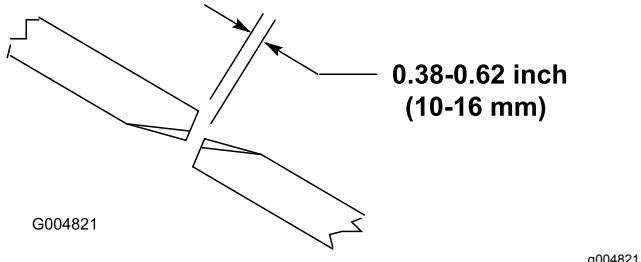

Figura 25
2. Gire una cuchilla central y una cuchilla lateral de manera que las puntas estén alineadas. Mida la distancia entre los extremos de las cuchillas (Figura 25).
Para asegurar la operación correcta de la carcasa de corte, debe haber una separación de 10–16 mm entre los extremos de las cuchillas de las carcassas de corte laterales y central (Figura 25).